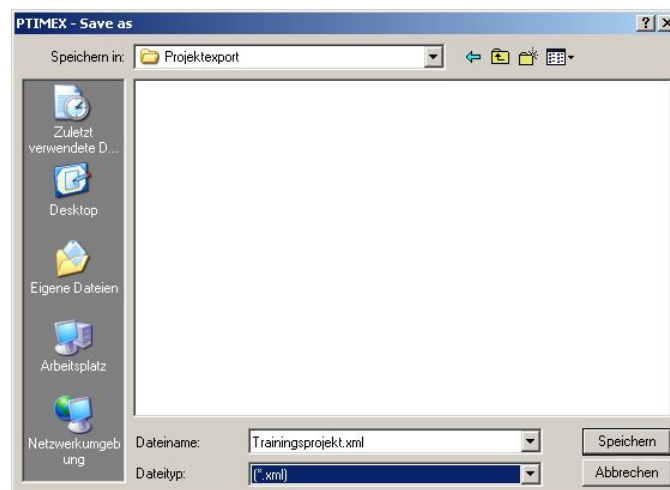

Abbildung 16: Dialog Datei speichern unter
- ➌ Nachdem Sie das Projekt ausgewählt und die Auswahl mit OK bestätigt haben, müssen Sie in dem erscheinenden Fenster den Speicherort und den Dateinamen (Projektname und Dateiname müssen nicht identisch sein; standardmäßig wird der Projektname angeboten) für das zu exportierende Projekt eintragen (siehe Abbildung 16). Ist in dem ausgewählten Verzeichnis bereits ein Projekt mit der gleichen Bezeichnung, können Sie dieses überschreiben, oder das Projekt unter einem neuen Namen exportieren.